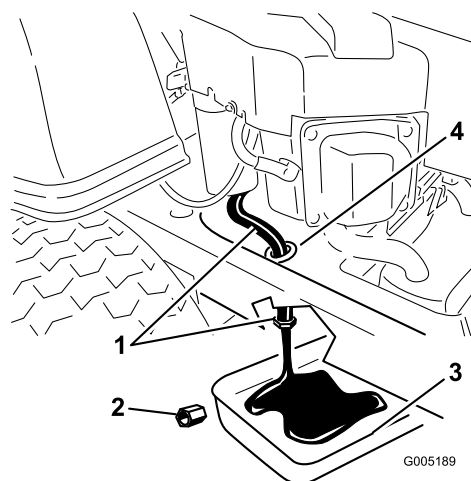

Figure 27
5. Trouvez l'emplacement du flexible de vidange d'huile du côté gauche de la machine. Le bouchon de vidange est fixé à un flexible de vidange acheminé par un orifice de vidange sur le châssis de la machine (Figure 27). Nettoyez autour du bouchon et du flexible de vidange d'huile.
6. Placez un bac de vidange sous la machine, juste sous l'orifice de vidange du châssis, comme illustré à la Figure 27.
7. À l'aide de deux clés (l'une pour tenir le flexible de vidange d'huile et l'autre pour desserrer le bouchon), retirez le bouchon de vidange d'huile (Figure 27).
13. Quand toute l'huile s'est écoulée, remplacez le bouchon de vidange. Serrez le bouchon à 14 Nm. Essuyez l'excédent d'huile (Figure 27).